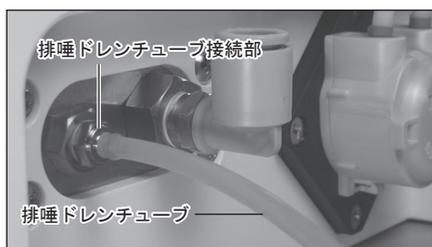

図 5
- 1) コントロールユニット側面の排唾ドレンチューブ接続部に、排唾ドレンチューブを奥まで挿し込みます。(図 5)